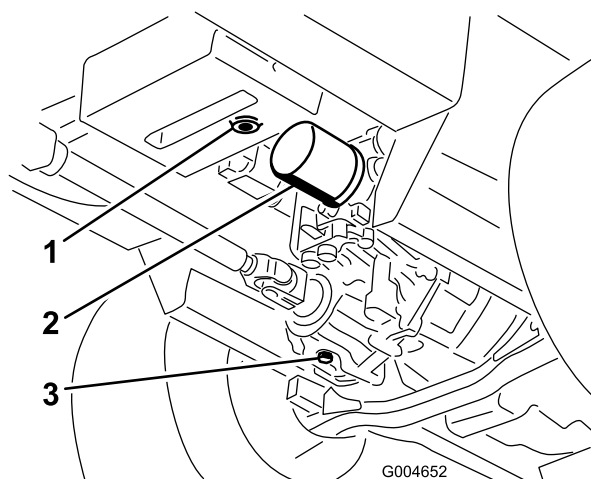

Figura 70
3. Coloque um recipiente grande sob o reservatório hidráulico e cárter da transmissão e retire os bujões, drenando todo o fluido hidráulico (Figura 70).
4. Limpe a zona em redor do filtro de óleo hidráulico e retire-o (Figura 70).